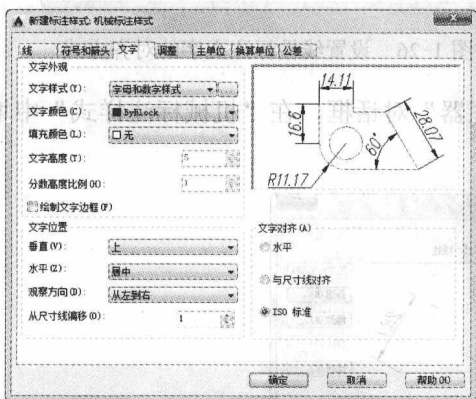

图 1-22 设置“文字”选项卡
5. 打开“文字”选项卡，在“文字样式”下拉文本框中选择“字母和数字样式”；在“从尺寸线偏移”文本框中输入 1，即尺寸与尺寸线之间的间距为 1；在“文字对齐”选项组中选中“ISO 标准”单选按钮，即当标注文字在尺寸界线以内，将位于尺寸线的正中上方。当标注文字在尺寸界线以外，将位于一条水平引线上。其他选项保留默认设置，如图 1-22 所示。